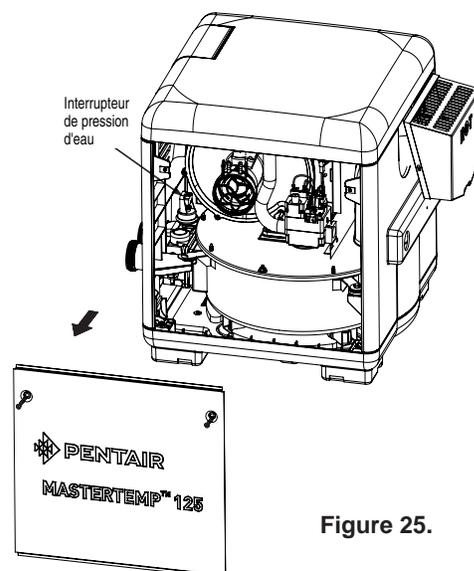

Figure 25.
- Retirer les panneaux d'accès en dévissant les quatre vis de chaque porte, soulever ensuite les portes du panneau inférieur. S'il s'avère nécessaire, les vis peuvent servir de poignées, voir la figure 25.
- Retirer les panneaux d'accès, voir la figure 25.